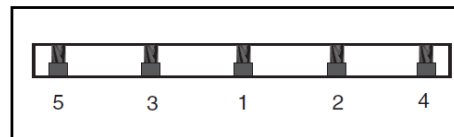

Рис. 31
8. Поверните режущую головку к первому ножу, с которого вы начинали. слегка затяните все болты крепления, начиная с краев и продвигаясь к середине, поворачивая их влево и вправо (рис. 31). Повторите этот шаг с остальными ножами.